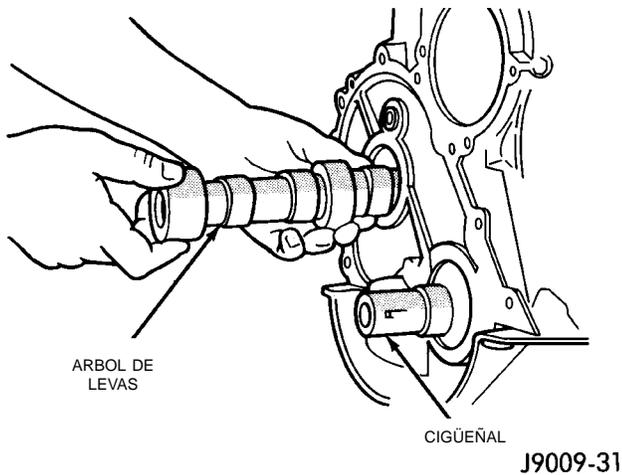
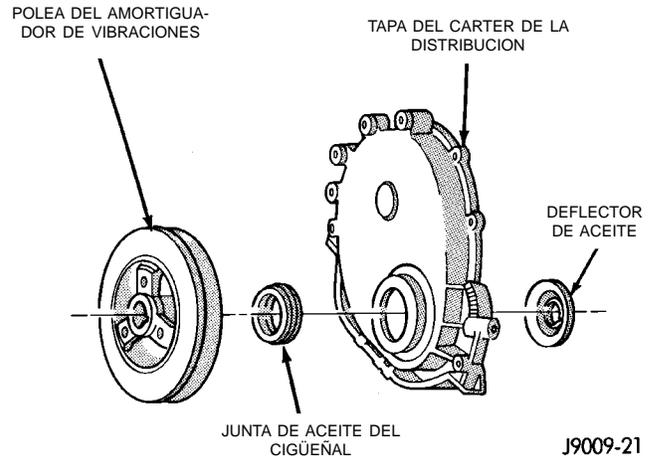

Fig. 44 Arbol de levas
Fig. 45 Componentes de la tapa del cárter de la distribución
- (6) Retire el distribuidor y los cables del encendido.
- (7) Retire la tapa de la culata de cilindros del motor.
- (8) Retire los balancines, los puentes y los pivotes.
- (9) Retire las varillas empujadoras.
- (10) Retire la culata de cilindros del motor y la junta.
- (11) Retire los empujadores hidráulicos del bloque de cilindros del motor.
- (12) Retire el amortiguador de vibraciones.
- (13) Retire la tapa del cárter de la distribución.
- (14) Retire la cadena de distribución y las ruedas dentadas.
- (15) Retire el parachoques delantero y/o la rejilla, si fuera necesario.
- (16) Retire el árbol de levas (Fig. 44).
- (1) Inspeccione para determinar si se observa desgaste en las excéntricas.
- (2) Verifique que los gorriones de cojinete no tengan un acabado o patrón de desgaste desigual.
- (3) Inspeccione para determinar si se observa desgaste en los cojinetes.
- (4) Inspeccione para determinar si se observa desgaste en el engranaje propulsor del distribuidor.
- (5) Si hay signos de que el árbol de levas roza con la tapa del cárter de la distribución, revise los orificios de descarga de presión de aceite en el gorrón de la leva trasera. Los orificios de descarga de presión de aceite deben estar limpios.
- (6) Lubrique el árbol de levas con suplemento de aceite de motor Mopar o su equivalente.
- (7) Instale el árbol de levas con cuidado, evitando averiar los cojinetes del mismo (Fig. 44).
- (8) Instale la cadena de distribución, la rueda dentada del cigüeñal y la rueda dentada del árbol de levas con las marcas de distribución alineadas.
- (9) Instale el perno de ajuste previo de retén de rueda dentada del árbol de levas. Apriete el perno con una torsión de 108 N·m (80 lbs. pie).
- (10) Lubrique el muelle de tensión, el pasador de empuje y el hueco de pasador del perno de ajuste previo con suplemento de aceite de motor Mopar o equivalente. Instale el muelle y el pasador de empuje en la cabeza del perno de ajuste previo.
- (11) Instale la tapa del cárter de la distribución empleando una junta de aceite de recambio (Fig. 45). Consulte Instalación de la tapa del cárter de la distribución.
- (12) Instale el amortiguador de vibraciones (Fig. 45).
- (13) Instale los empujadores hidráulicos de la válvula.
- (14) Instale la junta de la culata de cilindros con los números mirando hacia arriba.